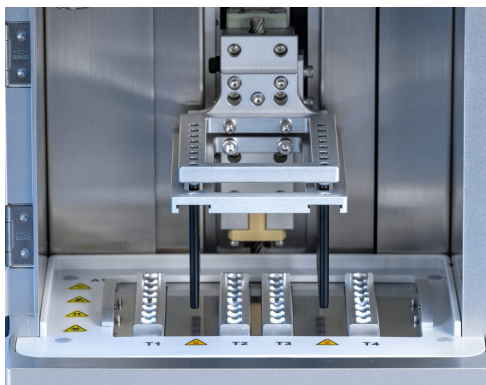

Figura 20. Posición del soporte de la cubierta de barra y de las barras magnéticas para la instalación del tornillo de bloqueo de transporte.
3. Prepare el instrumento para la inserción del tornillo de bloqueo de transporte desplazando manualmente el soporte de la cubierta de barra y las barras magnéticas hacia el centro del instrumento y, a continuación, hacia la parte inferior del mismo. La posición final se muestra en Figura 20.